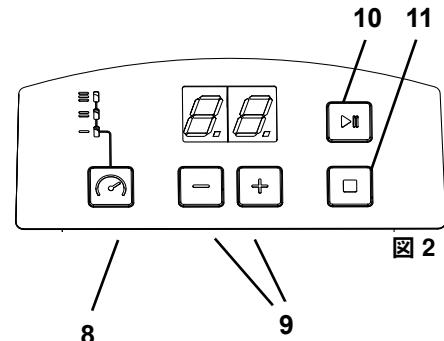

図 2
⇒ +/- ボタン (9, 図 2) で洗浄時間を設定します（設定範囲、0~30分間）。
⇒強度を選択ボタン(8、図2)で選択/設定します
⇒スタート/一時停止ボタン (10, 図 2) で洗浄がスタートします。
•設定した洗浄時間に達していない場合、 STOPボタン (11, 図 2) で任意に終了することができます。
⇒STOPボタン (11, 図 2) を押すことによって、洗浄は終了します。